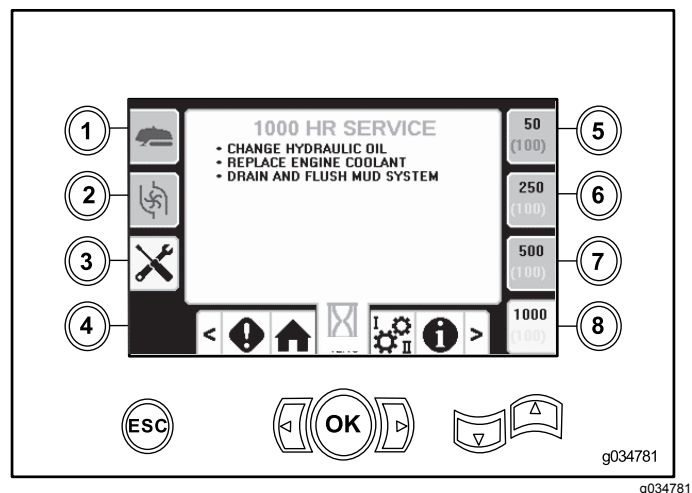

Bild 54
- Taste 8: 1.000 Stunden (Bild 54)